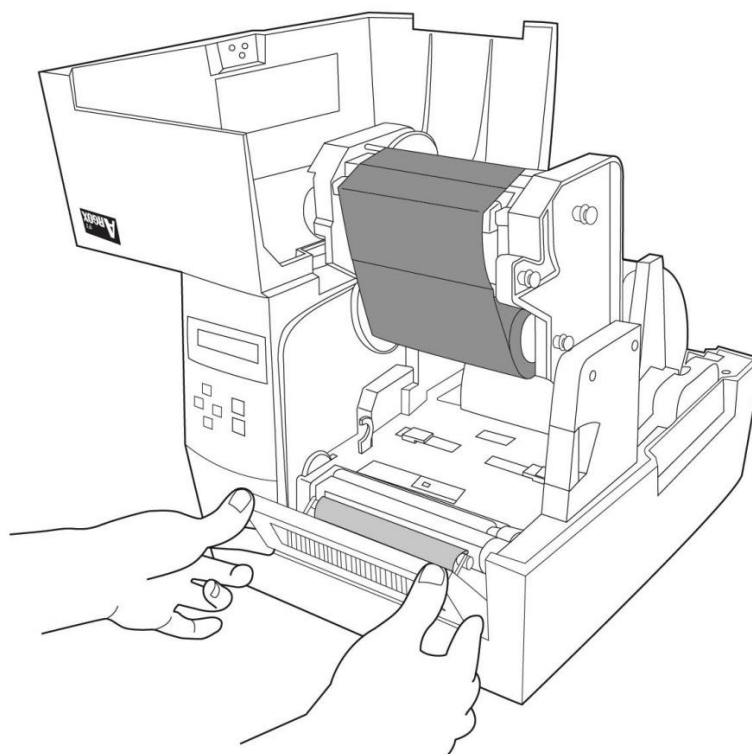

Figura 17
81. Abra o conjunto do descolador (Figura 17)